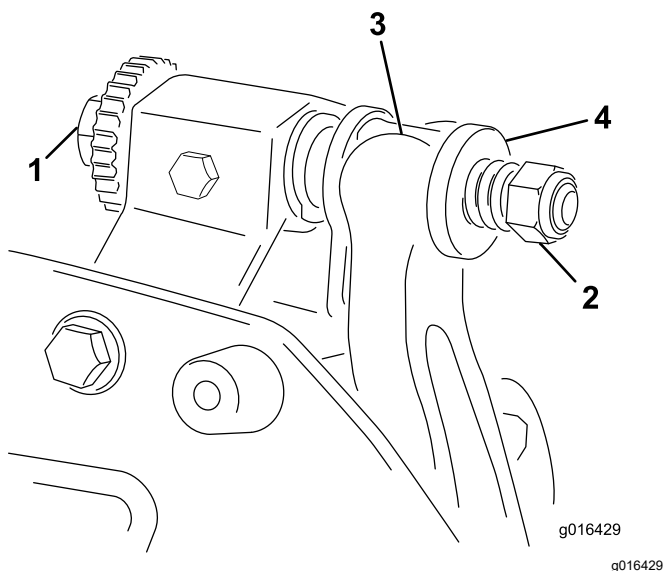

Figura 13
1. Gire el tornillo de ajuste de la barra de asiento en sentido antihorario para alejar la contracuchilla del molinete (Figura 13).
- Afloje la tuerca de tensado del muelle hasta que el muelle deje de presionar la arandela contra la barra de asiento (Figura 13).
- 1. Instale el conjunto de barra de asiento/contracuchilla, colocando las pestañas de montaje entre las arandelas y el tornillo de ajuste de la barra de asiento (Figura 13).